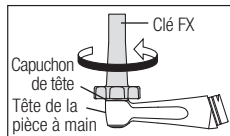

Fig. 20
- ⑤ Placez la clé FX appropriée sur le capuchon de la tête, puis tournez la clé dans le sens inverse des aiguilles d'une montre pour desserrer le capuchon de la tête. Enlevez le capuchon de la tête (Fig. 20).